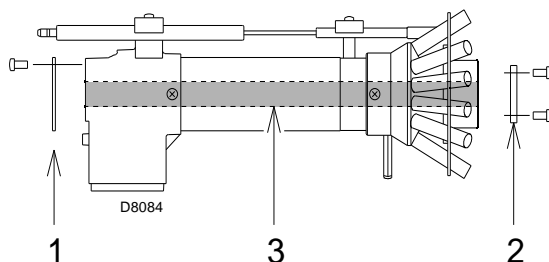

Fig. 19
- togliere il tubo interno 3)(Fig. 19) ed installare i dischi 1)-2) forniti a corredo.